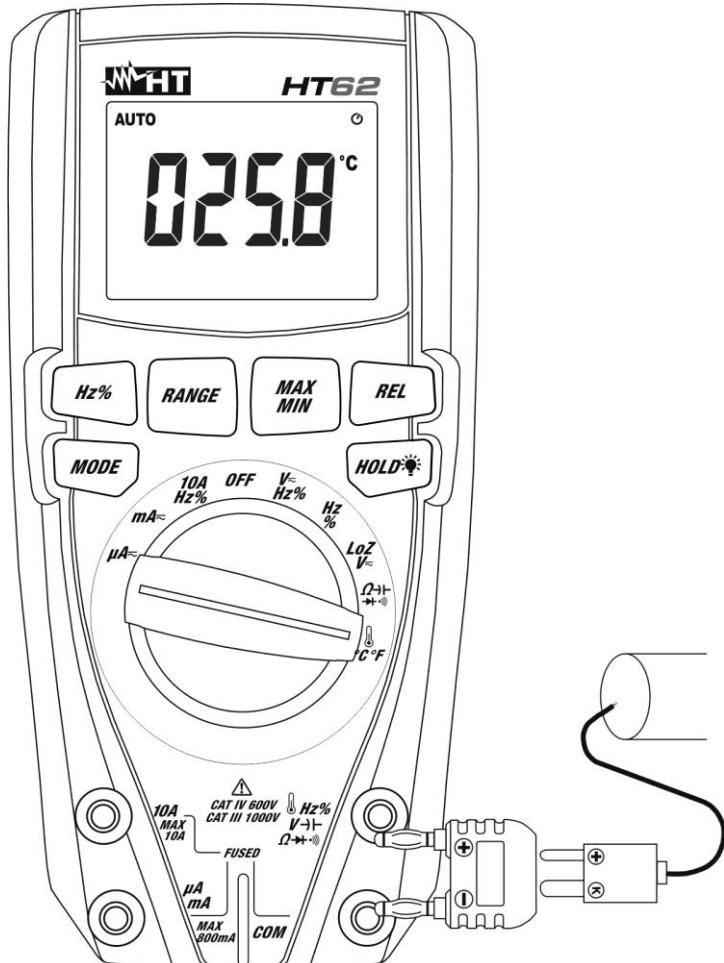

Fig. 9: Uso del instrumento para medida de Temperatura
3. Inserte el adaptador en dotación en los terminales de entrada $\text{Hz}\% \rightarrow \text{V} \rightarrow \text{A} \rightarrow \Omega \rightarrow \cdot \cdot \cdot$ (polaridad +) y **COM** (polaridad -) (vea Fig. 9)